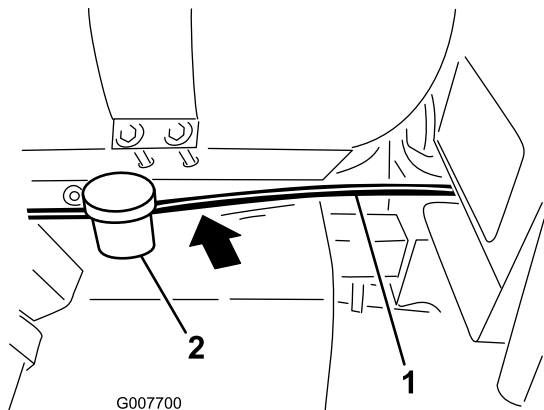

Figura 10
2. Encaminhe o tubo do suporte do marcador de espuma, por baixo do depósito de produtos químicos e por detrás do depósito de combustível, juntamente com a cablagem existente na área sob a caixa do banco (Figura 10).